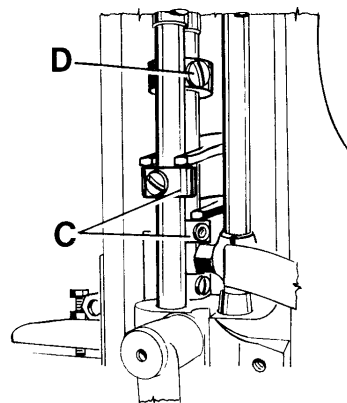

Fig. 22
On the two thread double locked stitch machines, the height of the looper thread take-up (A, Fig. 22) is set so that the cast-off hook (C) forces the looper thread over the corner (B) of the looper thread take-up (A) at the time the point of the descending needle is flush with the lower edge of looper or projects up to 1 mm (0.40 in.) below the lower edge of looper.
For setting the looper thread take-up loosen screw (D, Fig. 22). When the needle point is positioned above the lower edge of looper, the looper thread take-up (A) has to be raised accordingly. When the needle point is positioned more than 1 mm (.040 in.) below the lower edge of looper the looper thread take-up (A) has to be lowered accordingly. Retighten screw (D).
Bei den Zweifaden-Doppelkettenstich-Nähmaschinen wird die Höhe des Greiferfadenaufnehmers (A, Fig. 22) so eingestellt, daß der Greiferfadenabzugshaken (C) den Greiferfaden zu dem Zeitpunkt über die Ecke (B) am Greiferfadenaufnehmer (A) abwirft, wenn die Spitze der sich nach unten bewegenden Nadel mit der Unterkante des Greifers bündig ist oder bis zu 1 mm unterhalb der Greiferunterkante steht.
Zur Einstellung des Greiferfadenaufnehmers lösen Sie die Schraube (D, Fig. 22). Steht die Nadelspitze oberhalb der Greiferunterkante, muß der Greiferfadenaufnehmer (A) entsprechend höher gestellt werden. Steht die Nadelspitze mehr als 1 mm unter der Greiferunterkante, muß der Greiferfadenaufnehmer entsprechend tiefer gestellt werden. Ziehen Sie die Schraube (D) wieder an.